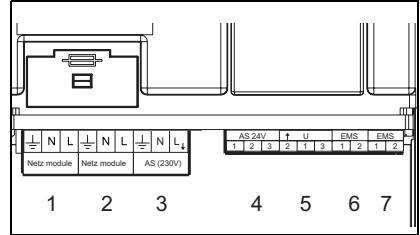
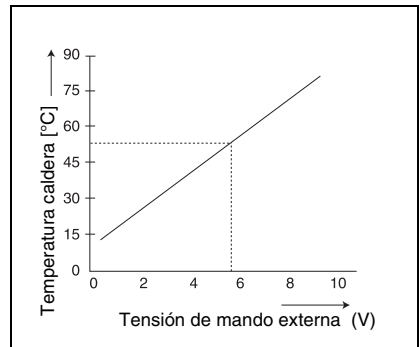

Fig. 2 Conexiones
Fig. 3 Diagrama de 0 – 10V
- a) La conexión AS 24V (fig. 2, pos. 4): se trata de un contacto de conexión exento de potencial para señales de baja tensión hasta 24 V. Esta señal de avería puede ser leída por ejemplo por un sistema de gestión de edificios.
- b) La conexión AS 230V (fig. 2, pos. 3): permite por ejemplo activar una bocina o un indicador de alarma. En caso de avería está conexión lleva una tensión alterna de 230 VAC.
El EM10 puede utilizarse como interfaz entre la caldera y por ejemplo un sistema de gestión de edificios. La señal de 0-10 VDC (fig. 2, pos. 5) permite elegir entre control por temperatura de caldera o por potencia (fig. 3).
Este tipo de regulación se activa si puentea las clavijas 1 y 3. Véase la fig. 2, pos. 5 y el esquema eléctrico en pág. 47. El EM10 convierte la señal de 0-10 V en una potencia nominal. Se trata de una relación lineal, véase la tabla 2.